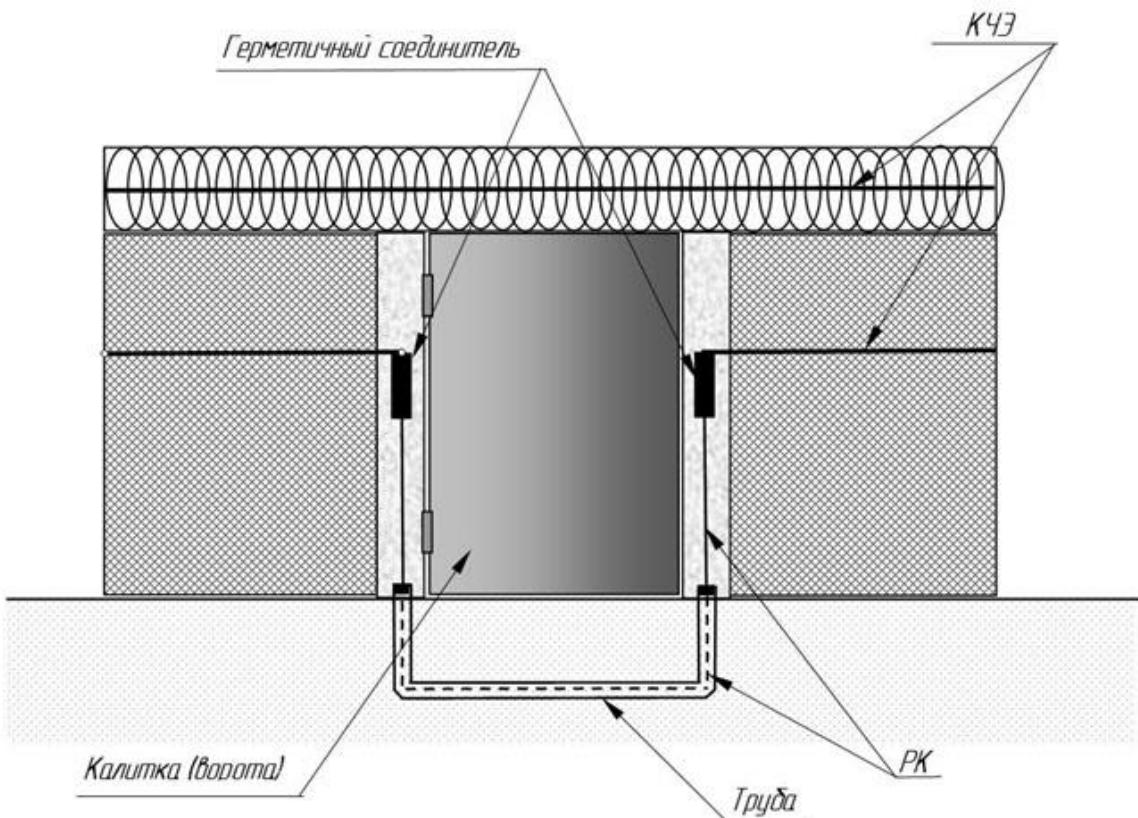

Рисунок 3.5
3.6.1 Монтаж КЧЭ при обходе калиток и ворот (рисунок 3.5) осуществлять в следующем порядке: